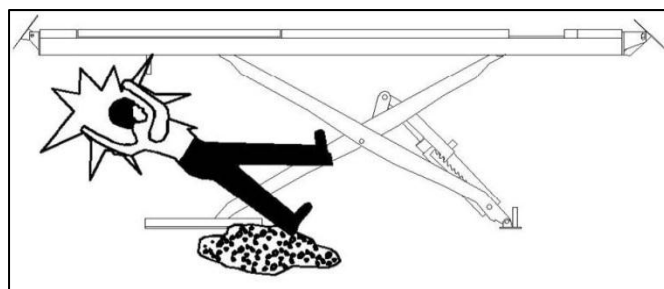

Рис.14
**РИСК ПОДСКАЛЬЗЫВАНИЯ** вызывается загрязнением пола вокруг подъемника смазочными материалами. Зона под подъемником и в непосредственной близости от него, также как и платформы, должны сохраняться в чистоте. Немедленно удалите любое пролитое масло. Рис.14